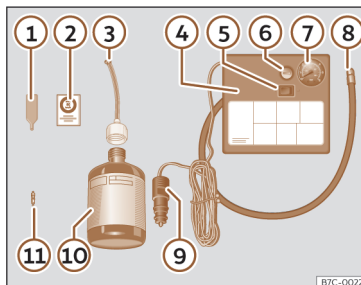

Fig. 34 Representação padrão: conteúdo do kit antifuros.
O kit antifuros está localizado na bagageira, por baixo do revestimento do piso. Inclui os seguintes componentes»» **Fig. 34** :
- Desenrosque a proteção e o obus da válvula do pneu. Utilize o aparelho»» **Fig. 34** 1 para retirar a carga. Coloque-o numa superfície limpa.
- Agite com força a garrafa de vedante de pneus»» **Fig. 34** 10.
- Enrosque o tubo de enchimento»» **Fig. 34** 3 na garrafa de vedante. O selo da garrafa partir-se-á automaticamente.
• Remova o tampão do tubo de enchimento >>> **Fig. 34 ③** e enrosque a extremidade aberta do tubo na válvula do pneu.
• Volte a colocar o obus com o aparelho >>> **Fig. 34 ①** na válvula do pneu.
• Enrosque o tubo de enchimento do pneu do compressor >>> **Fig. 34 ⑧** na válvula do pneu.
• Verifique se o parafuso de evacuação de ar está fechado >>> **Fig. 34 ⑥**.
• Ligue o conector >>> **Fig. 34 ⑨** à tomada de corrente de 12 volts do veículo >>> **Página 154**.
• Ligue o compressor de ar com o interruptor ON/OFF >>> **Fig. 34 ⑤**.
• Cole o autocolante >>> **Fig. 34 ②** no painel de instrumentos, dentro do campo visual do condutor.
Volte a enrosocar o tubo de enchimento >>> **Fig. 34 ⑤** e verifique a pressão no manómetro **⑥**.